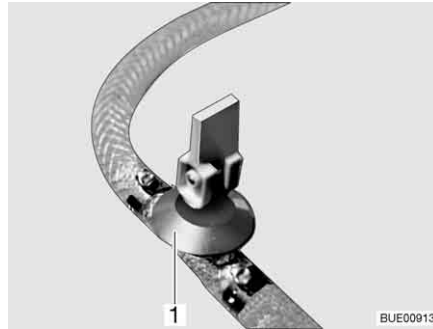
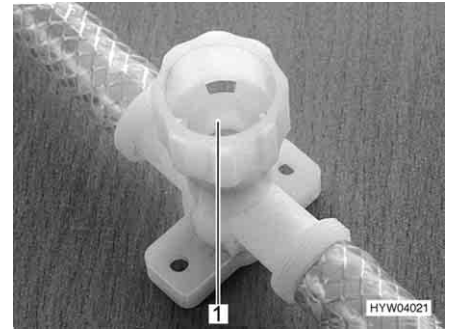

Fig. 201 Robinet de vidange (avec levier à bascule)
Fig. 202 Robinet de vidange (avec capuchon tournant)
- Fermer tous les robinets de vidange. Placer pour ce faire le levier à bascule (Fig. 201,1) à l'horizontale ou faire tourner le capuchon du robinet de vidange (Fig. 202,1) dans le sens des aiguilles d'une montre.